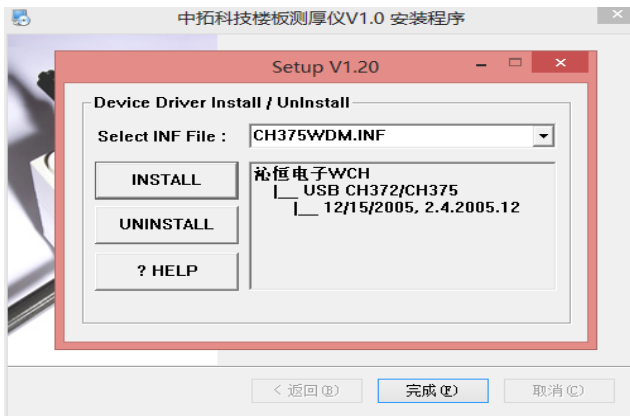
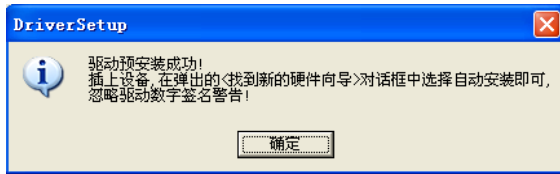

图 4-4
图 4-5
2、程序安装过程中将显示类似图 4-4 的界面，点击 **INSTALL** 安装 USB 驱动，USB 驱动安装成功提示如图 4-5，在通过 USB 线连接楼板测厚仪与 PC 机时按照提示操作，点击 **确定**，并关闭“SetupV1.0”（USB 驱动安装程序）对话框。